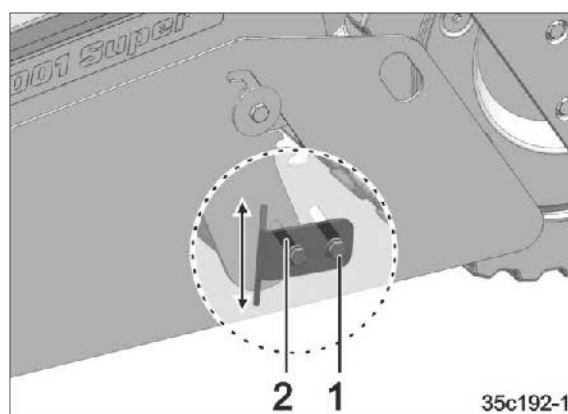

Fig. 112
1. Løsn skruerne (Fig. 112/1).
2. Anbring jordstyrevinklen (Fig. 112/2) i den ønskede position.